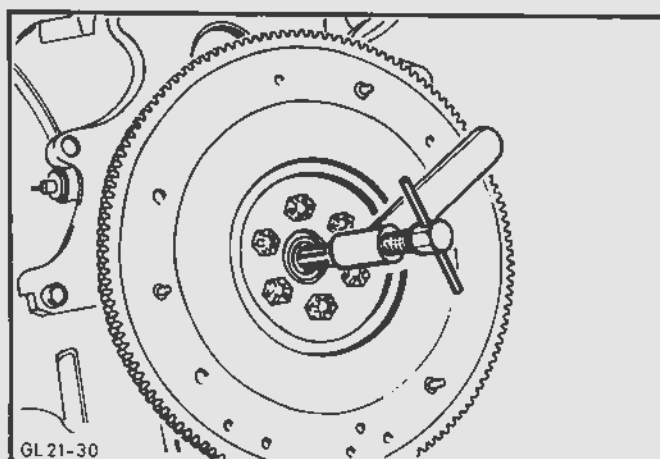

Fig.37. Træk krumtapakslens nåleleje af med specialværktøj 21-036-A
19. Afmonter krumtapakslens nåleleje (svinghjulslejet) fra krumtapakslen med specialværktøj 21-036-A, Fig.37.